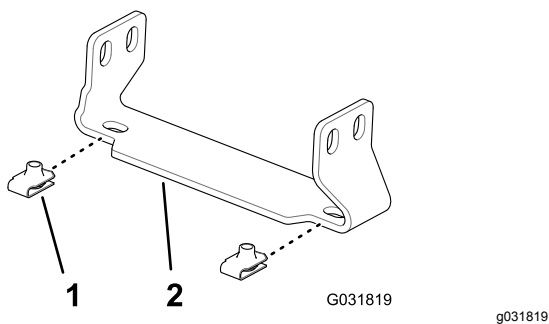

Bild 152
1. Befestigen Sie die vier Klemmmuttern (Toro Bestellnummer 94-2413) an den zwei Stützhalterungen der mittleren Abschnittsabdeckung (Toro Bestellnummer 131-3703-03), wie in Bild 152 abgebildet.